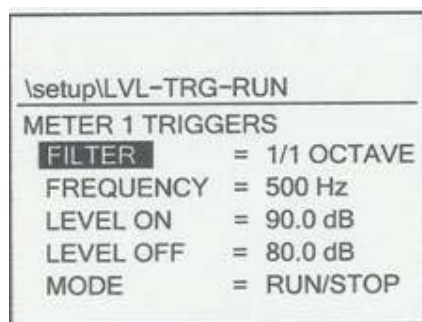

Figura 5-9: Pantalla de corrida por nivel de disparo LVL-TRG-RUN
2. Seleccione LVL-TRG-RUN y oprima ACEPTAR (Figura 5-9)